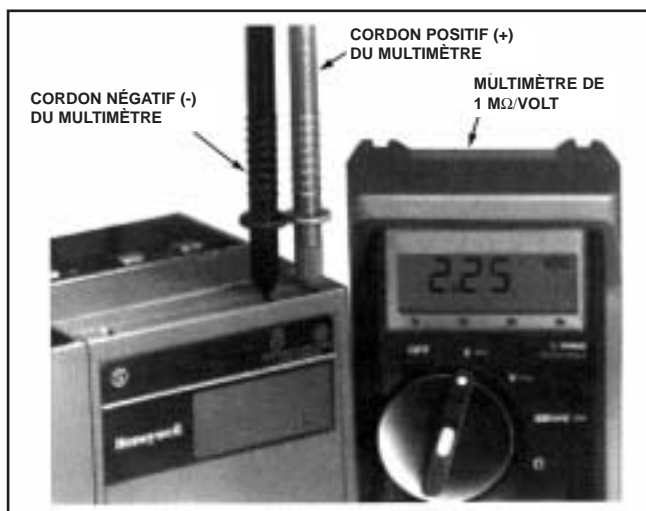

Fig. 21. Mesure du signal de flamme
## Mesure du signal de flamme (Tableau 7 et fig. 21)
3. Introduire la sonde positive (rouge) dans le jack + de l'amplificateur de flamme et la sonde négative (noire) dans le jack (Com) (voir fig. 21)